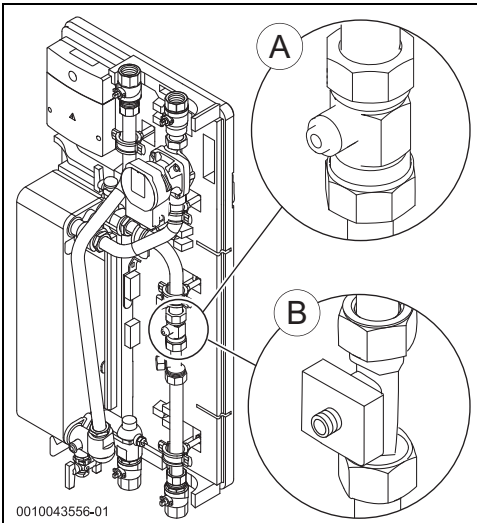

Bild 1 Volumenstromsensor bestimmen (A = verbaut mit Modul NF $\geq$ 27.07; B = verbaut mit Modul NF < 27.07)
- Volumenstromsensor [A] → Bild 1: Wenn die LED am Kodierschalter für 3 Sekunden Orange **blinkt**, ist der Volumenstromsensor erfolgreich von der Software erkannt worden.
- Volumenstromsensor [B] → Bild 1: Wenn die LED am Kodierschalter für 3 Sekunden Orange **leuchtet**, ist der Volumenstromsensor erfolgreich von der Software erkannt worden.